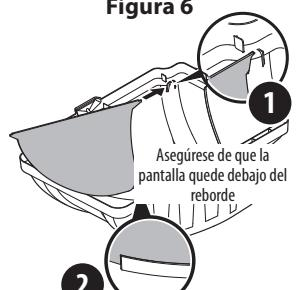

Figura 7
3. Si no viene armado de fábrica, coloque la pantalla de la embolsadora en la cubierta de la misma insertando primero un extremo en el orificio de montaje de corte correspondiente (1). Sujete el otro lado de la pantalla flexionándola y empujándola dentro del recorte del lado contrario. Asegúrese de que la pantalla quede debajo del borde de la cubierta (2). Consulte la Figura 7.